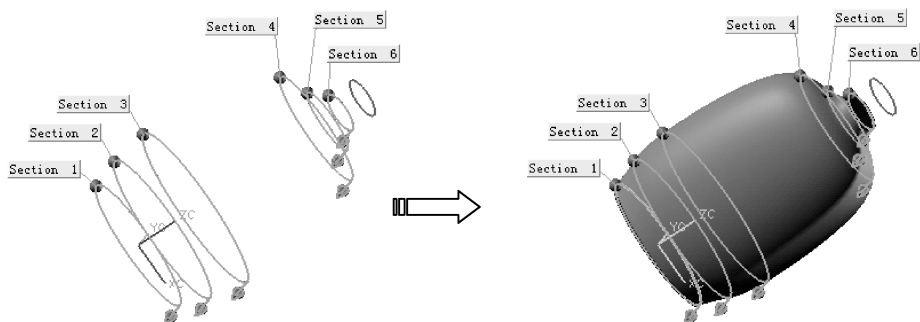

图 5-60 添加其余截面
- 04 同理，继续以【添加新集】的方式添加其余椭圆为截面（椭圆 7 不作添加），且必须保证截面的生成方向始终一致，如图 5-60 所示。